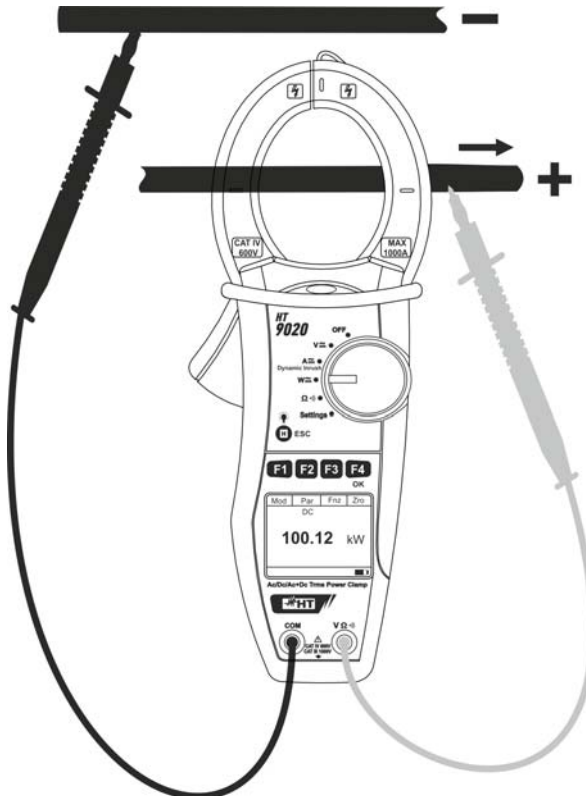

Fig. 11: Medida de potencia CC
5. Inserte el cable rojo en el terminal de entrada **VΩ[Ⓜ]**) y el cable negro en el terminal de entrada **COM**. Posicione la punta roja en el polo “+” y la punta negra en el polo “-“ e inserte el cable “+” en el interior del toroidal respetando la dirección de la corriente indicada por la flecha (vea Fig. 11). Inserte el cable en el interior del toroidal en el centro del mismo a fin de obtener medidas precisas. Utilice las marcas presentes como referencia (vea Fig. 2)
6. El valor de la Potencia CC se muestra en el visualizador expresado en kW. Pulse la tecla **F2 (Par)**, seleccione con la misma tecla la opción “**Tens/Corr**” para la lectura de los valores de tensión CC y corriente CC y confirme con **F4 (OK)**. La siguiente pantalla se muestra en el visualizador